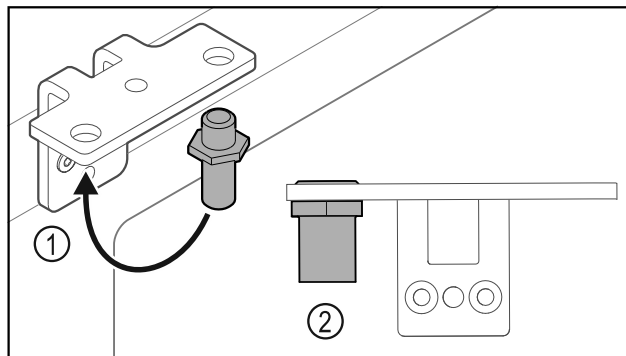

Fig. 31
- ▶ Perkelkite kaištį Fig. 31 (1) šarnyriniame kampuočiuje.
- ▶ Priveržkite kaištį Fig. 31 (2) **12 Nm** sukimo momentu.